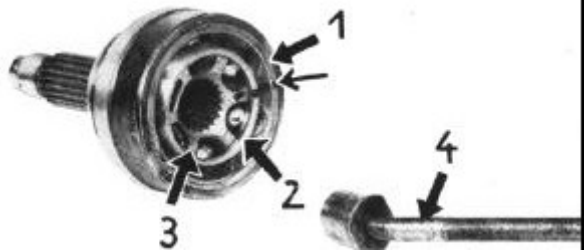

Bild F 20. Markierung
5. Bei einer undichten Manschette muß das Kugelgleichlaufgelenk gereinigt werden. Dazu sind vor der Demontage der Achsschenkel, der Käfig und das Anlauflager mit einer beschädigungslosen Dauermarkierung zu kennzeichnen (siehe Bild F 20).